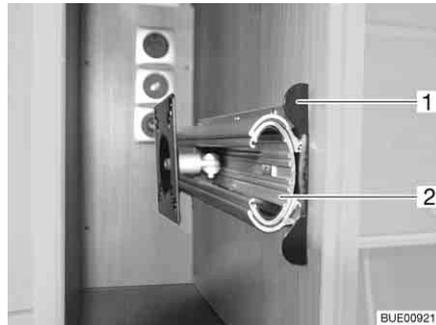

Fig. 73 Soporte en el armario de TV
- Hundir el listón de desbloqueo (Fig. 73,1).
- Extraer el dispositivo de extracción (Fig. 73,2) hasta el tope.
- Introducir el dispositivo de extracción (Fig. 73,2) hasta que engatille el listón de desbloqueo (Fig. 73,1).